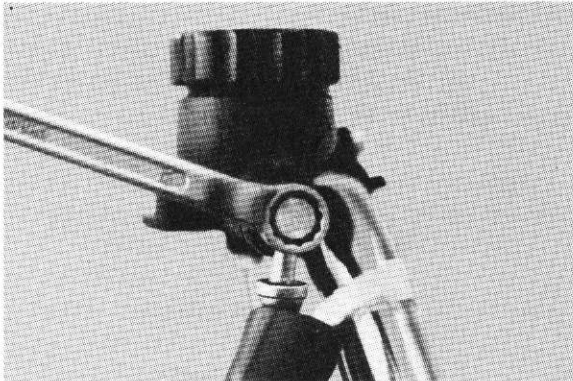

Fig. 28
- 2) Remove the brake hose. (Fig. 28)
- 2) Retirer le flexible de frein. (Fig. 28)
- 2) Bremsleitung trennen. (Abb. 28)